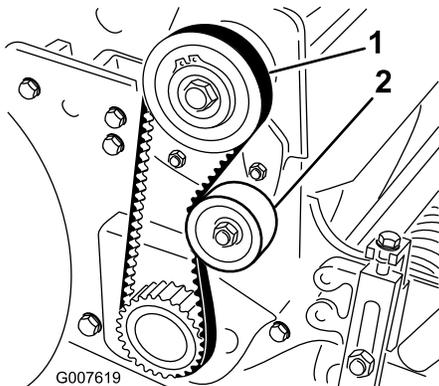

Figura 35
2. Compruebe la tensión presionando la correa en el punto intermedio entre las poleas (Figura 35) con una fuerza de 18 a 22 N. La correa debe desviarse 6 mm.
- A. Afloje la tuerca de montaje de la polea tensora y pivote la polea tensora en el sentido de las agujas del reloj contra la parte trasera de la correa, hasta obtener la tensión deseada (Figura 35).